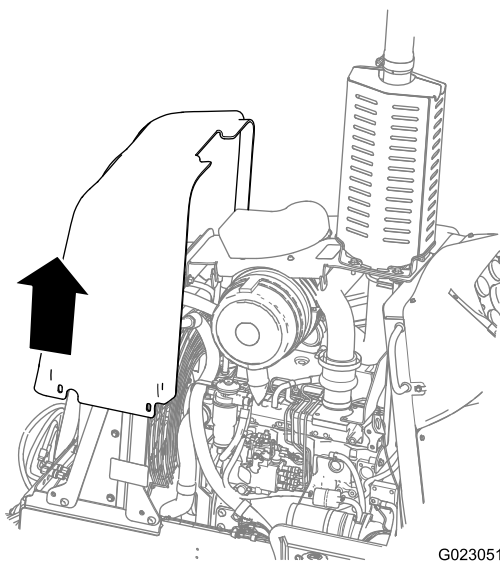

Figura 41
4. Desloque o painel dianteiro diretamente para cima, removendo-o da máquina (Figura 41).
2. Abaixue o painel dianteiro diretamente sobre a máquina (Figura 41).